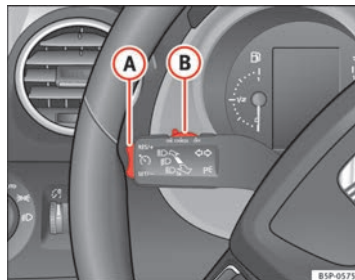

Fig. 153 Palanca de intermitentes y de luz de carretera: conmutador y tecla basculante para el regulador de velocidad
- Mueva el mando  fig. 153 **B** hacia la izquierda hasta la posición **ON**.